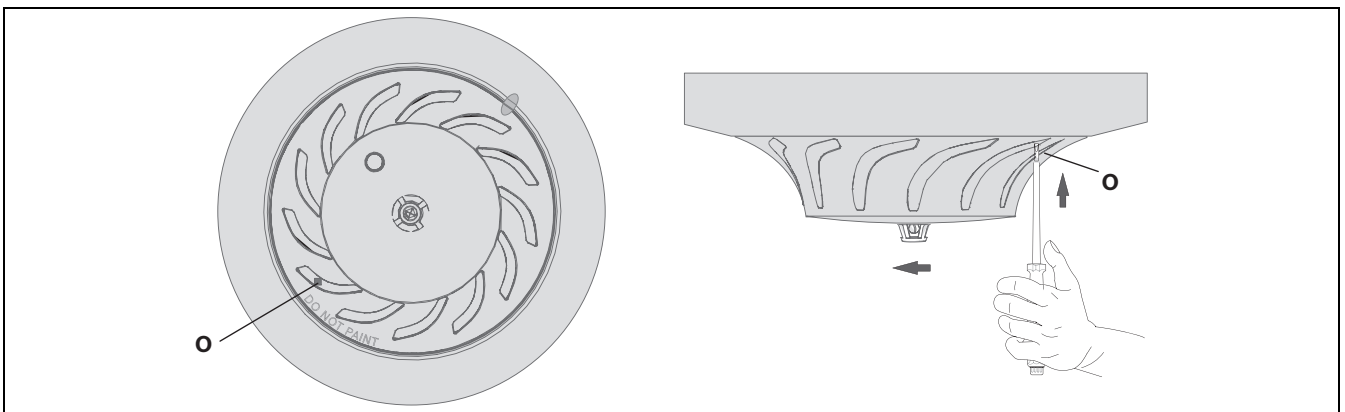

Figura 3.3 Liberando o detector
Libere o detector travado, empurrando firme a ondulação (O) sobre a borda externa do detector com uma chave de fenda (consulte *Figura 3.3*) e, ao mesmo tempo, girando o detector para a esquerda.